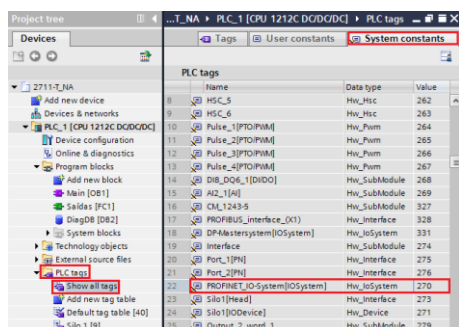

Figura 122 – Constantes do sistema do CLP
*Para localizar qual o valor da variável “LADDR” (HW_IOSYSTEM) selecione “PLC tags → Show all tags → System constants” conforme Figura 122;